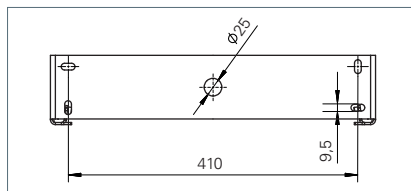

Fig. 4: Schema di foratura.
- Utilizzare delle viti adatte per montare il supporto a parete alla parete, vedi Fig. 4.